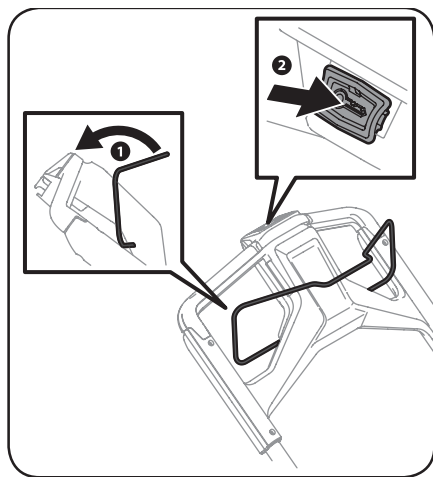

Figura 3-2
1. Colóquese detrás de la cortadora, tire del control de la cuchilla hacia atrás contra la manija superior. Vea la Figura 3-2.